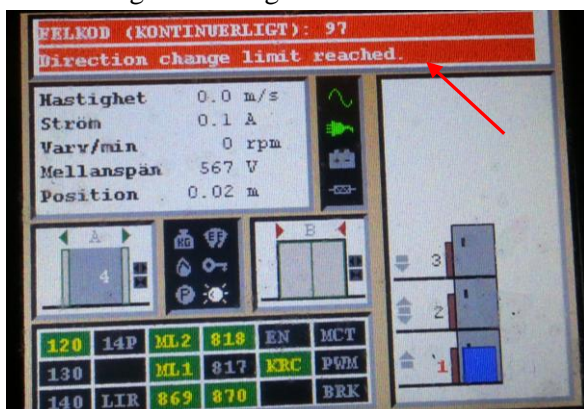

Bild 2.
6. För att undvika driftstopp (Se Bild 2.), på grund av att det maximala antalet riktningförändringar har uppnåtts, vilket kräver ett linbyte, bör ansvarig skötsselfirma kontrollera antalet riktningförändringar över tid.